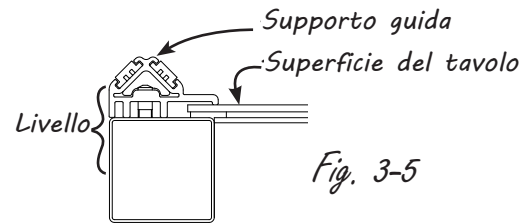
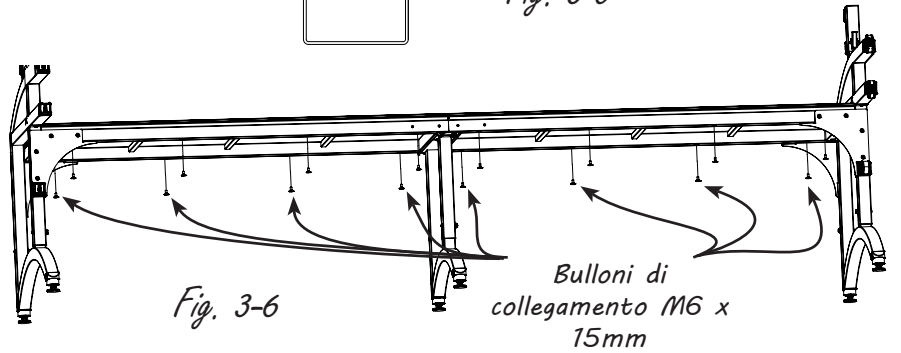

Fig. 3-5
Fig. 3-6
3-8: Allineare (1) il supporto guida al lato posteriore della struttura del tavolo in modo che risulti a livello e in modo che il supporto guida corrisponda alla superficie del tavolo come mostrato in Fig. 3-5. Assicurarlo parzialmente usando il bullone di collegamento (8) M6 x 15mm da sotto la struttura del tavolo come mostrato in Fig. 3-6. Dopo aver inserito tutti i bulloni, verificare che la guida sia in posizione diritta e che sia a livello con la struttura del tavolo, quindi serrare tutti i bulloni.